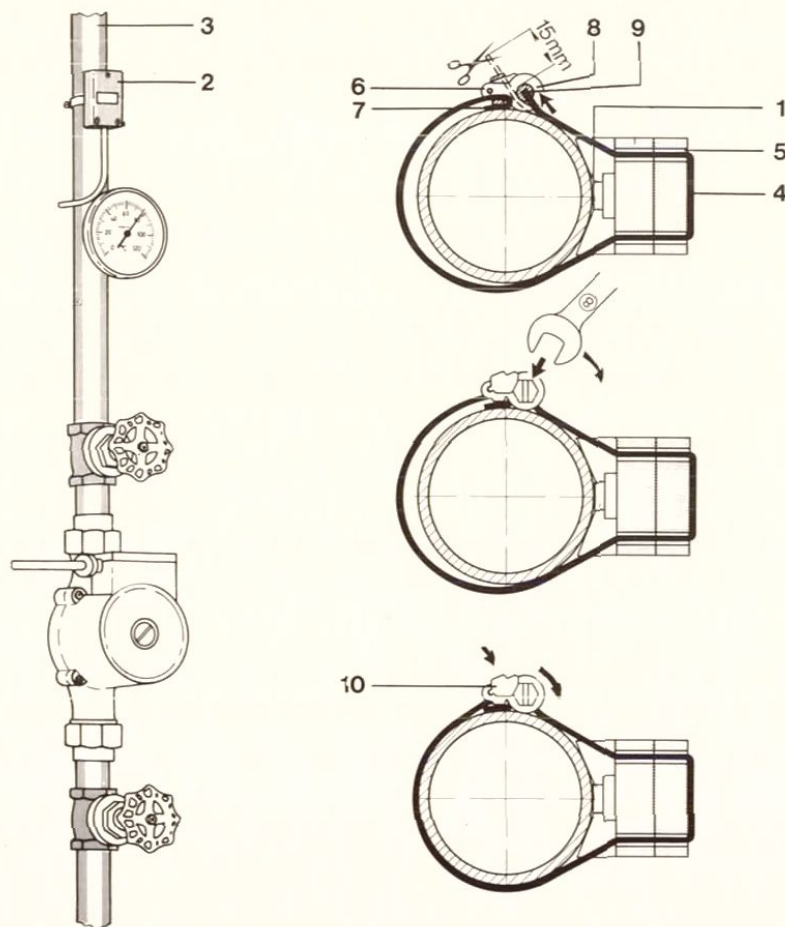

Abb. 8
Die Pumpenauslegung bei den Kesseltypen VKS 35 E - VKS 47 E nach Tabelle und den Diagrammen Abb. 8 vornehmen. Montage der Pumpeneinbausätze siehe unter 6 Montage, Seite 8 und 9.
* Bei Kombination der VKS... E mit eingebauter Pumpe und Vorlauffühler (der witterungsgeführten Brennersteuerung) mit indirekt beheizten Brauchwasserspeichern, die mit Ladepumpe betrieben werden, ist die eingebaute Pumpe durch einen Pumpenadapter zu ersetzen und die eingebaute Pumpe und Vorlauffühler im Heizkreis zu installieren. Siehe auch Abb. 8.